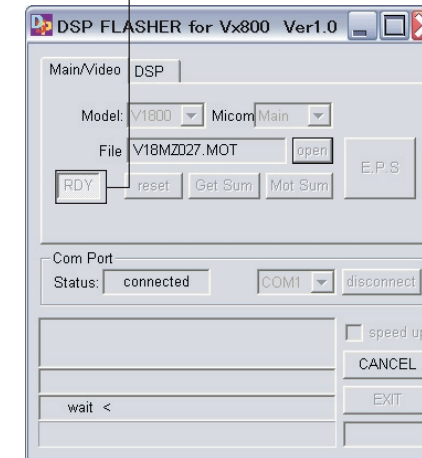

Fig. 7
4. Press the [RDY] button. (Fig. 7)
4. [RDY]ボタンを押します。(Fig. 7)